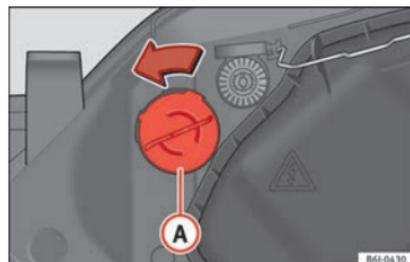

Fig. 100 Feus clignotants.
- Tournez le porte-ampoule » » **fig. 100** Ⓐ vers la gauche puis tirez.